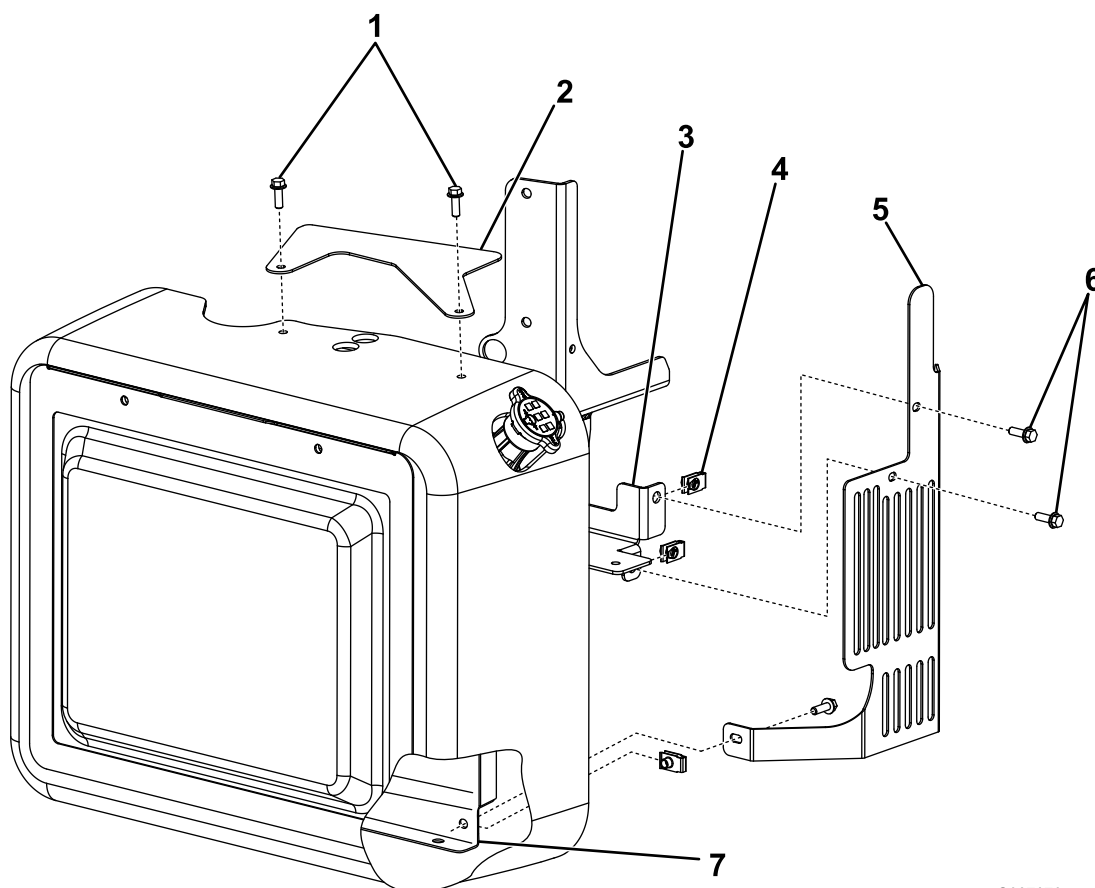

Figure 1
2. Fixez la protection supérieure du radiateur au sommet du radiateur avec 2 boulons (Figure 1).
3. Glissez 2 des clips sur le support de radiateur, comme montré à la Figure 1.
4. Insérez le dernier clip sur la tuyère du radiateur, comme montré à la Figure 1.
5. Fixez la protection arrière au moyen des 3 boulons restants (Figure 1).